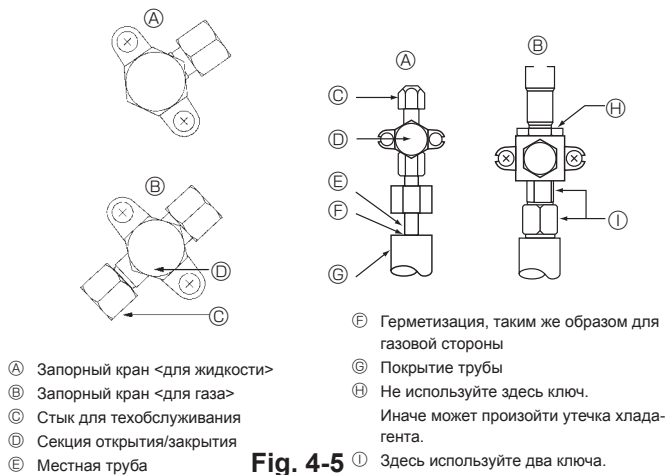

Fig. 4-5 ① Здесь используйте два ключа.
4.4. Метод проверки герметичности трубопровода хладагента (Fig. 4-5)